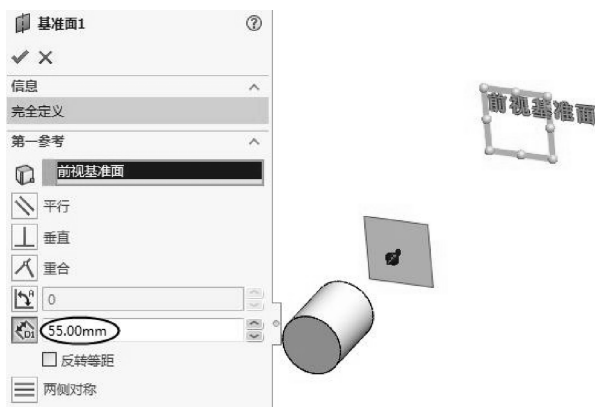

图 3-41 创建基准面
- 04 利用【基准面】命令,参照前视基准面平移 55mm,创建基准面 1,如图 3-41 所示。